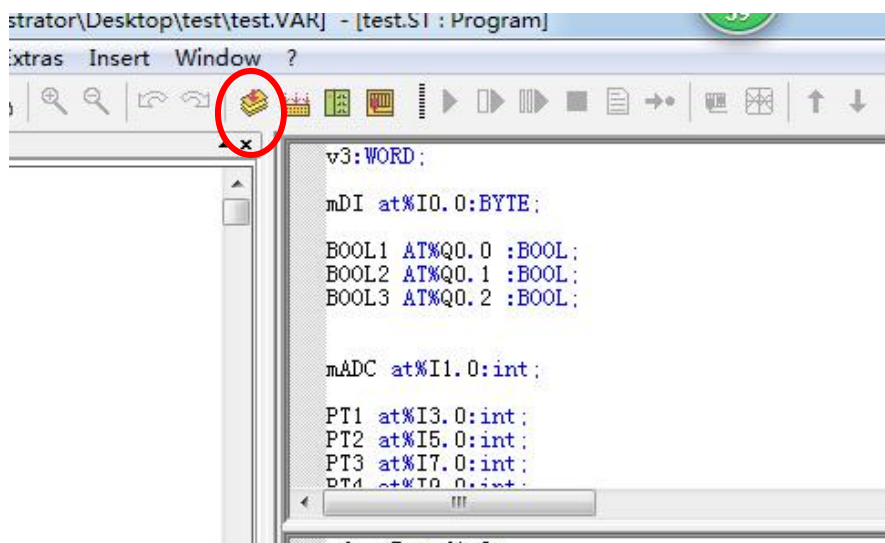

图 4.13 点击 Build Active Resource 按钮
1、完成程序编写后需点击 Build Active Resource（生成当前资源）按钮，如图 4.13 所示。